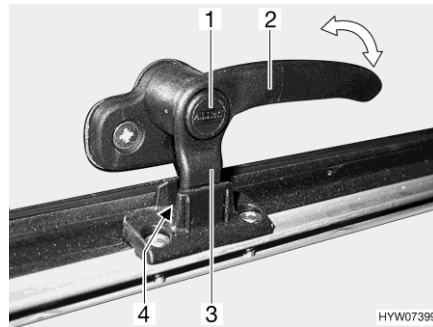

Bild 37 Verriegelungshebel (Stellung "Dauerbelüftung")
- in Stellung "Dauerbelüftung" (Bild 37)
- Sicherungsknopf (Bild 37,1) drücken und gedrückt halten.
- Den Verriegelungshebel (Bild 37,3) eine viertel Umdrehung zur Fenstermitte hin drehen.
- Den Verriegelungshebel wieder zurückdrehen. Die Verriegelungsnase (Bild 37,3) am Verriegelungshebel dabei in die Aussparung der Fensterverriegelung (Bild 37,4) einfahren.
- Sicherungsknopf (Bild 37,1) loslassen.